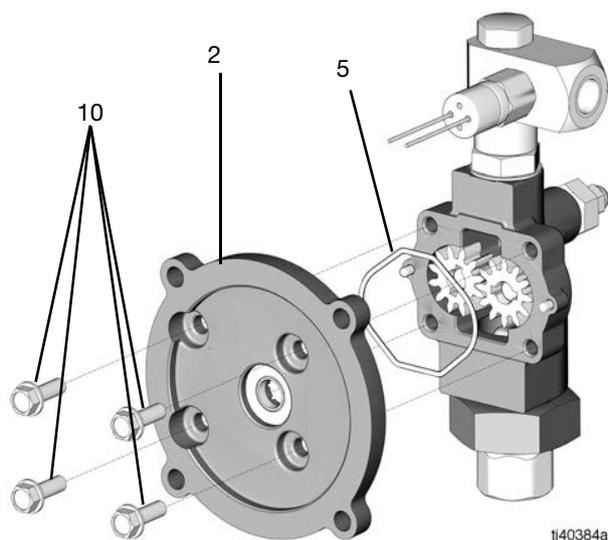

FIG. 26
15. Retirez les quatre vis (10) de la plaque d'adaptateur (2) à l'aide d'une clé à douille de 1/2 po. (FIG. 26).
16. Retirez la plaque d'adaptateur (2) (FIG. 26).
4. Poussez les quatre vis (10) à travers la plaque d'adaptateur (2) et utilisez une clé à douille de 1/2 po. pour les serrer (serrez au couple de 40,7 N•m) (voir FIG. 26).